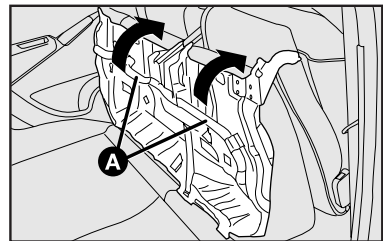

fig. 103
6) Incline hacia adelante el asiento trasero completo **fig. 103** de manera que se obtenga una superficie de carga única.
- 1) Empuje hacia atrás el asiento trasero completo **A-fig. 103**.